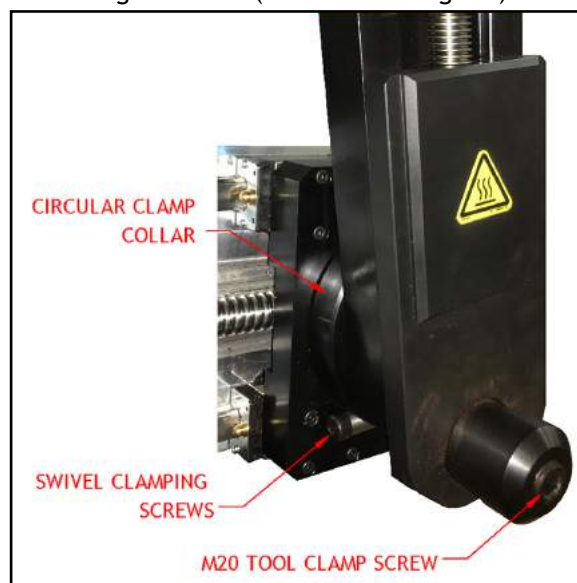

FIGURE 3-8. POSITION DER KLEMSCHRAUBE FÜR DEN SCHWENKWINKEL
2. Stellen Sie den gewünschten Schwenkwinkel am Werkzeughalter ein (siehe Abbildung 3-8).